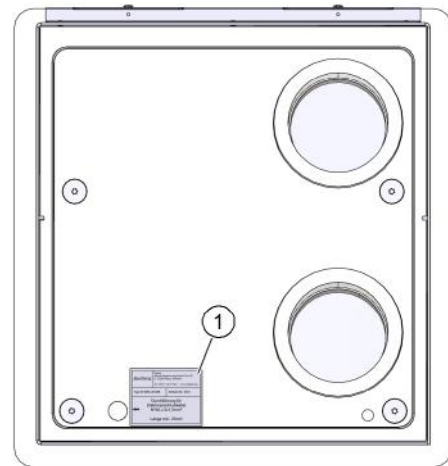

Abb. 3: Typenschild neben Bohrung für Netzkabel
- neben der Bohrung für das Netzkabel (Pos. 1 in Abb. 3)